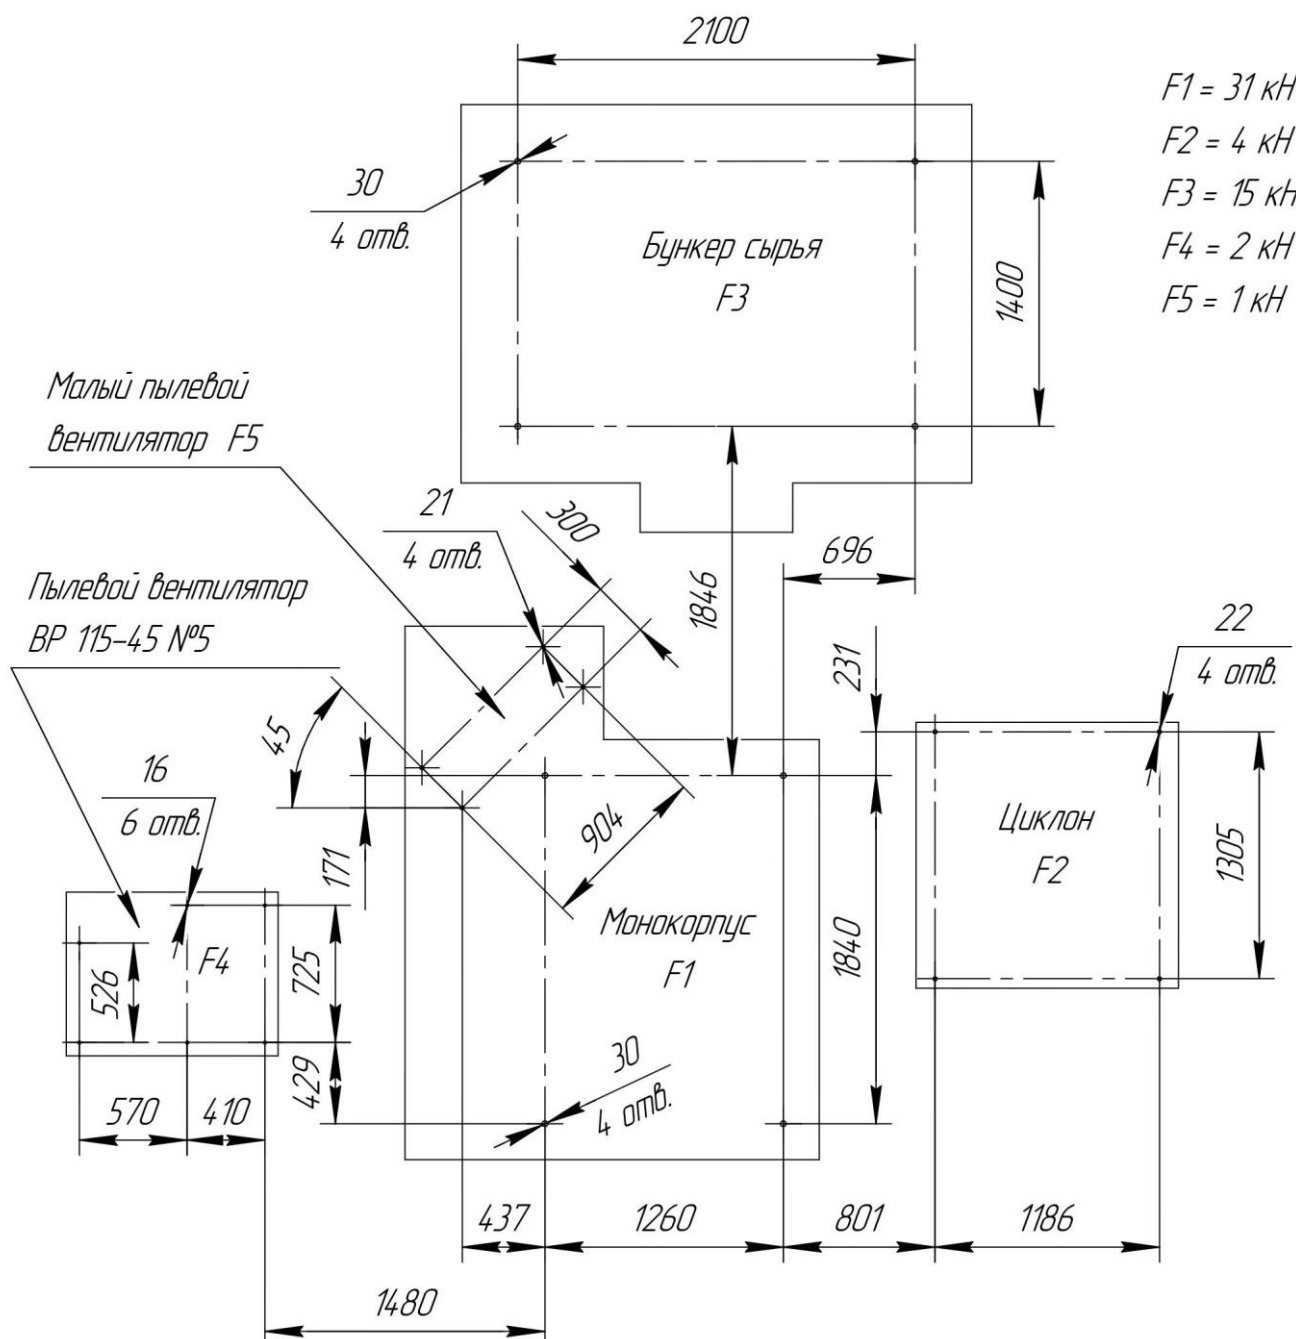

Рис. 22. Схема анкерования изделия
Агрегаты изделия должны быть установлены на фундаменте в соответствии со схемой анкерования (Рис.22), выверены и надежно закреплены.
1. Установить монокорпус (1) вертикально на заранее подготовленный фундамент. Площадку-основание (22) необходимо крепить к фундаменту фундаментными болтами тип 6.1 М24Х400 ГОСТ 2439.1-2012. Межцентровые расстояния отверстий площадки-основания, предназначенные для анкерования изделия, показаны на Рис.22;
2. Совместить петли двери блока элеватора (2) в сборе с отверстиями петель монокорпуса (1), установить ось (24) и зашплинтовать ее. Проверить плавность хода двери блока элеватора (2). Колесная опора (21) должна касаться площадки-основания (22), в противном случае необходимо установить проставочные пластины между площадкой двери блока элеватора и колесной опорой. Закрыть дверь блока элеватора, зафиксировать ее штурвалом (25) и прижимами;
3. Проверить срабатывание путевого выключателя, установленного на монокорпусе (1). Контакты путевого выключателя должны замыкаться при закрывании двери блока элеватора;
4. Совместить петли двери динамического воздушно-центробежного классификатора (4) в сборе с электродвигателем и делительным ротором с отверстиями петель монокорпуса (1), установить ось (26) и зашплинтовать ее. Закрывать дверь динамического воздушно-центробежного классификатора (4) и зафиксировать ее прижимами. Проверить плавность хода делительного ротора, проворачивая его за крыльчатку вентилятора электродвигателя. Делительный ротор должен вращаться свободно без заедания;
5. Открыть дверь динамического воздушно-центробежного классификатора (4), в пазы (13) корпуса динамического воздушно-центробежного классификатора вставить пластины направляющего аппарата. Закрывать дверь динамического воздушно-центробежного классификатора (4) и зафиксировать ее прижимами;
6. В обечайку, вваренную в монокорпус (1), вставить эластичный ячеистый ротор шлюзового затвора (3) перегрузки «крупки». Подвижную крышку шлюзового затвора (3) зафиксировать самоконтрящимися гайками с нейлоновыми кольцами M10 DIN (Может быть установлен уже в состоянии поставки);
7. Установить защитный кожух (37) привода элеватора;
8. Через резиновые прокладки соединить трубу наддува (18) с монокорпусом (1) и пылевым вентилятором ВР 115-45 (17);
9. Установить вертикально циклон (6) вместе с присоединенными к нему шлюзовым затвором (14) выдачи порошка;
10. Соединить через резиновую прокладку транспортный воздуховод циклона (6) с патрубком (15) выхода тонкого продукта монокорпуса (1), отрегулировать высоту опор (5);
11. Используя резиновые прокладки, собрать детали возвратного воздуховода (16) и (27), соединив прямой участок (16) с выходом циклона (6), поворотный (27) со входом пылевого вентилятора (17). Проверить плавность хода крыльчатки вентилятора (17);
12. На корпусе узла амортизации закрепить кожух клиноременной передачи (7);
13. Через резиновую прокладку соединить фланец разгрузочного патрубка винтового конвейера-питателя (8) с загрузочным окном монокорпуса (1). Отрегулировать высоту опор (29);
14. Установить бункер сырья (9)* в сборе с решеткой просеивания, таким образом, чтобы резьбовые шпильки плоского затвора (30) вошли в отверстия фланца загрузочного патрубка винтового конвейера-питателя (8). Зафиксировать их гайками. Площадки рамы бункера сырья необходимо крепить к фундаменту фундаментными болтами тип 6.1 М24Х400 ГОСТ 2439.1-2012. Межцентровые расстояния отверстий площадки-основания, предназначенные для анкерования изделия, показаны на Рис.22;
15. Снять заглушку и через резиновую прокладку установить на патрубок (31) винтового конвейера-питателя (8) кассетный фильтр (10)* в сборе с кронштейном (32)* и шлюзовым затвором (11)* перегрузки пыли. Закрепить кронштейн (32)* на специальных площадках винтового конвейера-питателя (8);
16. Через резиновые прокладки присоединить к малому пылевому вентилятору (12)* штуцер (33)* и коллектор (34)*, так чтобы патрубок под установку рукава ПВХ РНД-UL-70-75 (36)* был сверху. Установить вентилятор (12)* на виброизоляторы (Может быть собран в состоянии поставки);
17. Закрепить штуцер (23) на патрубок сброса избыточного воздуха (19) и соединить его со штуцером (33)* коротким рукавом РУ D-160 (20)*. Зафиксировать рукав хомутами;
19. Патрубок коллектора (34)* большего диаметра соединить с патрубком кассетного фильтра (10)* длинным рукавом РУ D-160 (35)*. Зафиксировать рукав хомутами;
20. Патрубок коллектора (34)* меньшего диаметра соединить с патрубком монокорпуса (1) рукавом ПВХ РНД-UL-70-75 (36)*. Зафиксировать рукав хомутами;
21. Подключить шины заземления к агрегатам изделия: площадке-основанию (22), рамке винтового конвейера-питателя, опоре циклона (6), рамам вентиляторов: пылевого (17) и малого (12);
22. Установить сирену с проблесковым маячком (28);